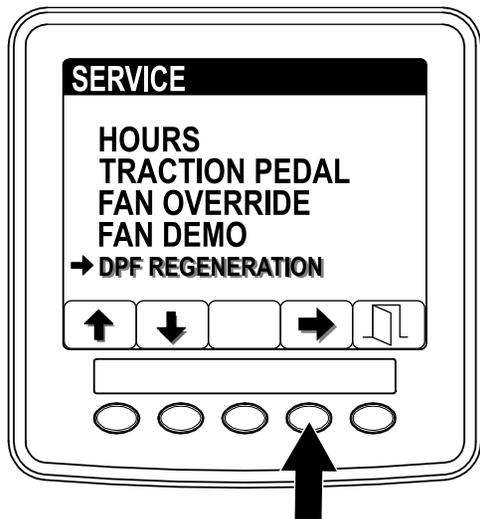

図 4
1. 整備 Serviceメニューから、ボタン 1 と 2 を使ってスクロールして DPF REGENERATIONメニューに入る 図 4。
2. ボタン 4 で DPF Regeneration再生に入る 図 4。